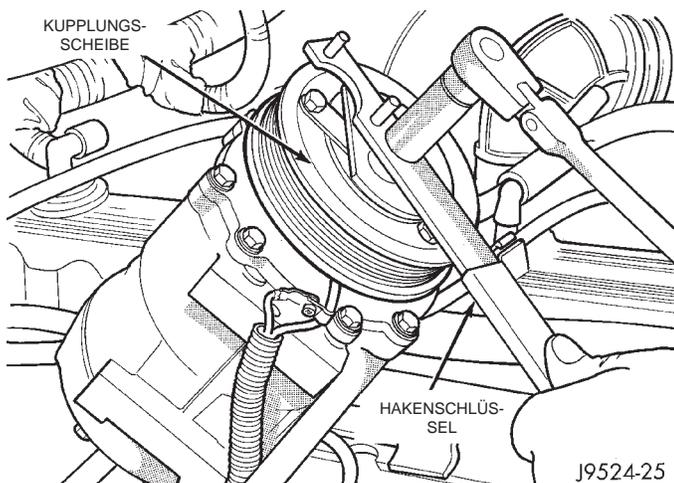

Abb. 19 Mutter der Kupplung lösen
(1) Batterie-Minuskabel (-) abklemmen und elektrisch isolieren.
(2) Keilrippenriemen lockern und abnehmen. Näheres hierzu siehe Kapitel 7, "Kühlsystem".
(3) Den Kabelbaumsteckverbinder der Kompressorkupplungsspule abziehen.
(4) Die vier Schrauben lösen, mit denen der Kompressor an der Halterung befestigt ist.
(5) Kompressor von der Halterung abbauen. Kompressor abstützen, um die Arbeiten an der Kupplung durchführen zu können.
(6) Die beiden Stifte des Hakenschlüssels (Spezialwerkzeug C-4489) in die beiden Bohrungen der Kupplungsscheibe stecken. Die Kupplungsscheibe so festhalten und die Sechskantmutter lösen (Abb. 19).